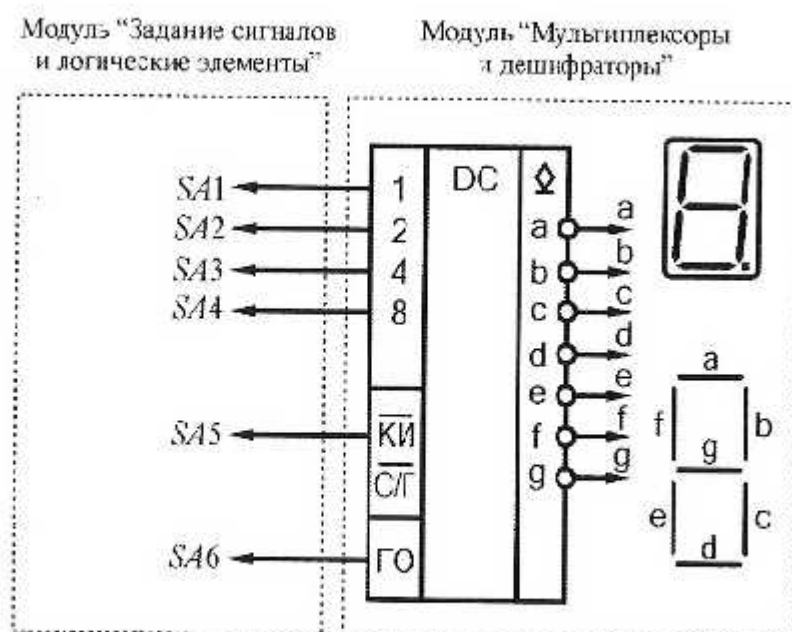

Рис. 4.3. Схема электрическая соединений лабораторных модулей для изучения дешифратора типа 74LS247N
3. Согласно рис. 4.3 выполнить электрические соединения модулей для изучения дешифратора типа 74LS247N. Монтаж схемы производить при отключенных автоматических выключателях и переключателях питания.
Состояния выходов a, b, c, d, e, f, g контролировать при помощи семисегментного индикатора на выходе дешифратора (рис. 4.3), свечение сегментов индикатора соответствуют наличию низкого уровня (логического 0) на соответствующих выходах дешифратора. Задавая различные комбинации логических уровней на входах 1, 2, 4, 8, $\overline{C/I}$, $\overline{KI}$, $\Gamma 0$ заполнить таблицу истинности мультиплексора типа 74LS247N (табл. 4.3), в графу «индикация» заносить символ, соответствующий входному двоичному коду, отображаемый на индикаторе.